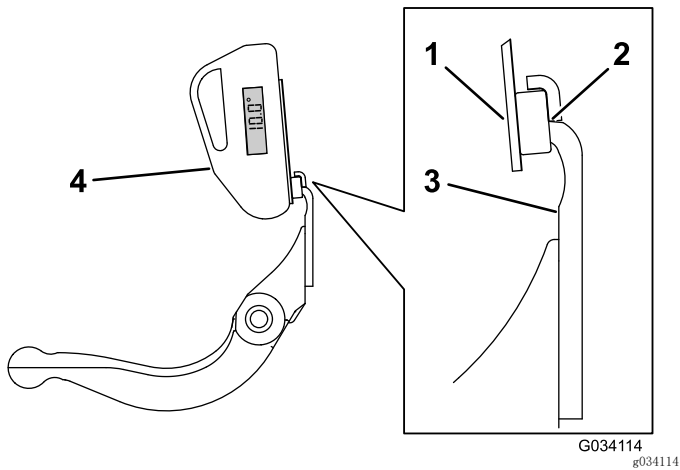

图28
3. 将角度指示器底座放在底刀边缘上，以使磁体边缘与底刀边缘紧密配合（图28）。
4. 如 图28 所示，将角度指示器放置到底座上。